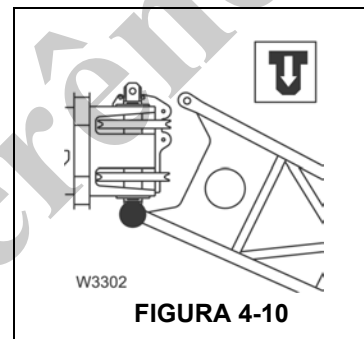

FIGURA 4-10
4. Eleve a extensão de duas seções na frente da lança principal com o guindaste auxiliar e trave a seção de 33 pés (10,1 m) à direita da cabeça da lança principal Figura 4-10.